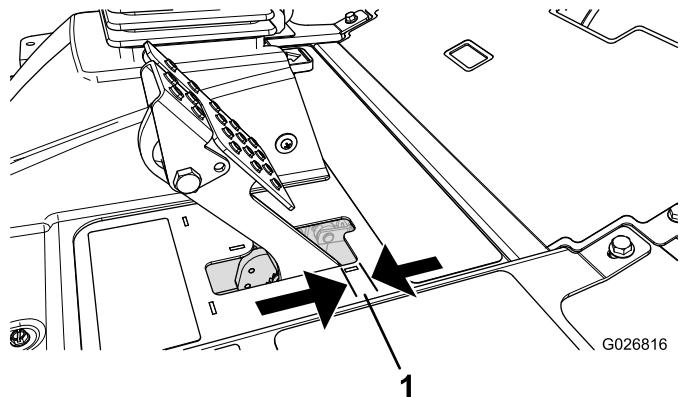

Рисунок 95
Отрегулируйте тормоза, если свободный ход педали тормоза превышает 2,5 см или требуется большее усилие нажатия для торможения (Рисунок 95). Свободный ход — ход педали тормоза до начала ощущения сопротивления.
- Затяните заднюю гайку, чтобы переместить трос назад так, чтобы свободный ход педалей тормоза до момента фиксации колес составлял от 0,63 до 1,27 см (Рисунок 95).